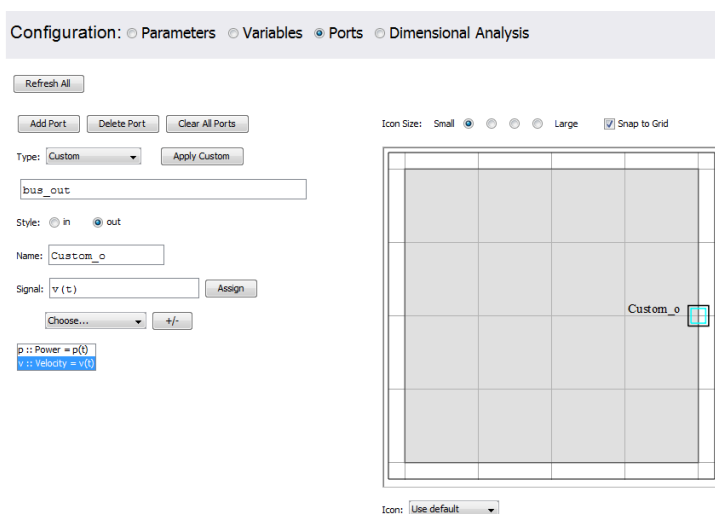

図6.10 カスタムポートの使用
14. このセクションの下部にあるドロップダウンメニューとリストボックスを使用して、Power 変数を $p(t)$ に、Velocity 変数を $v(t)$ に割り当てます。 **図6.10 「カスタムポートの使用」** に、テンプレートの完成したポートセクションを示します。